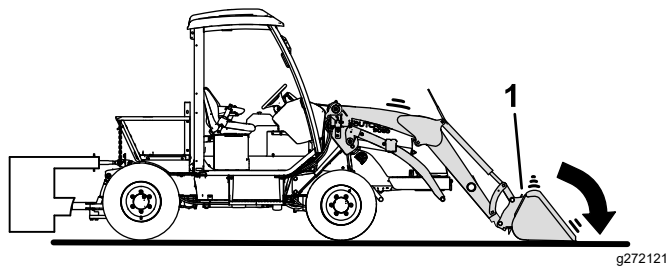

Figura 46
2. Alivie la presión en el enganche de cada brazo de carga girando la cargadora ligeramente hacia adelante y bajándola al suelo (Figura 46).